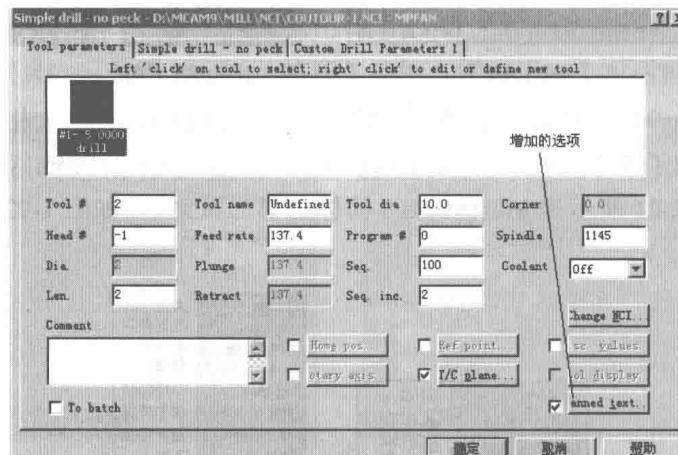

图 1-26
(4) 在钻削的“刀具参数”选项卡中增加了 Canned text (固定文本) 选项，如图 1-26 所示。